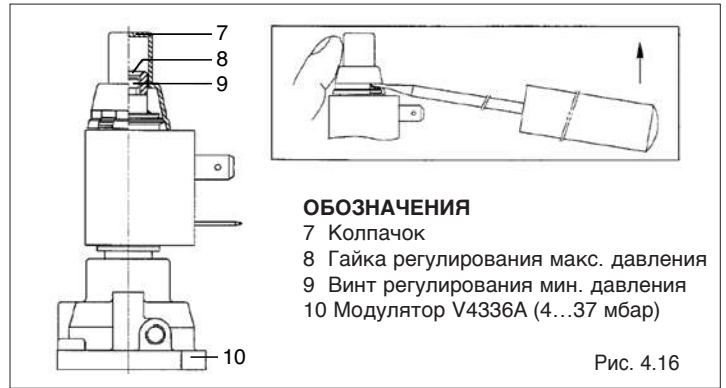

Рис. 4.16
Для перехода с одного типа газа на другой необходимо заменить основные форсунки (6) и алюминиевую шайбу (5) (Рис. 4.15). Замените также установленный на газовом клапане модулятор (3 ... 20 мбар) на модель V4336A (4 ... 37 мбар) (10, Рис. 4.16) входящий в комплект перехода на другой тип газа.
При настройке давлений необходимо строго выполнять определённую последовательность действий, когда сначала регулируется максимальное давление, а затем минимальное (Рис. 4.16):